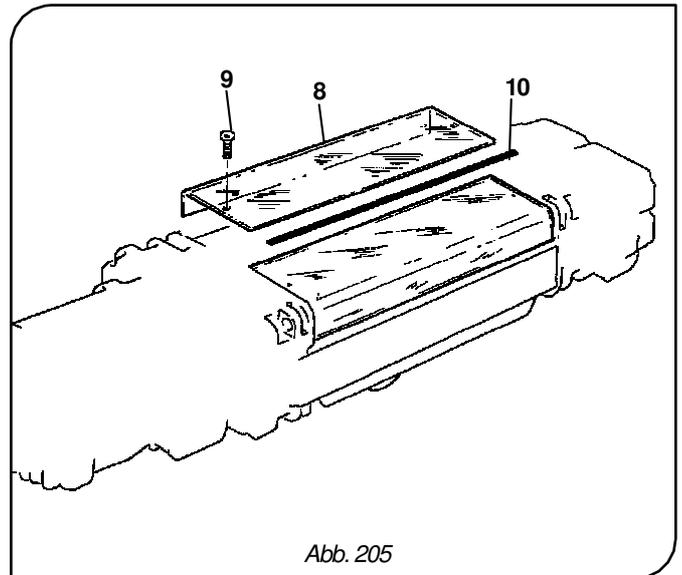

Abb. 205
12. Setzen Sie die Schutzabdeckung **-8-** auf der den Endschaltern gegenüberliegenden Seite wieder auf, indem Sie die Schrauben **-9-** fest anziehen. Achten Sie darauf, auch die Fugendichtung **-10-** zwischen den beiden Hälften wieder einzusetzen (Abb. 205).
13. Setzen Sie die Schutzabdeckung **-8-** auf der den Endschaltern gegenüberliegenden Seite wieder auf, indem Sie die Schrauben **-9-** fest anziehen. Achten Sie darauf, auch die Fugendichtungung **-10-** zwischen den beiden Hälften wieder einzusetzen (Abb. 205).